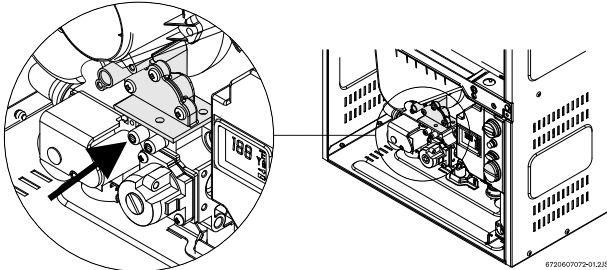

Fig. 24 Medición de la presión de gas (punto de toma izquierdo)
- ▶ Retire la cubierta frontal y localice el punto de medición de presión de gas de entrada (véase la Fig. 24).